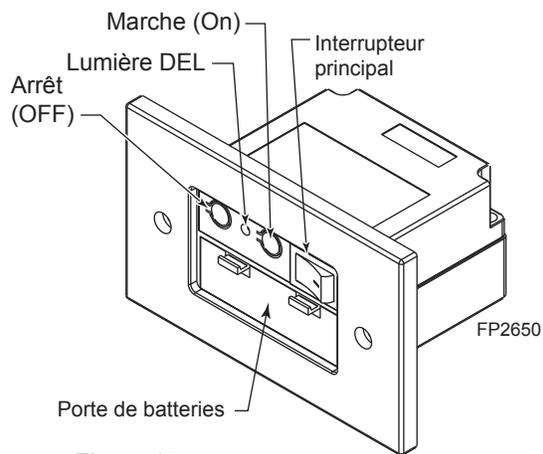

Figure 37 Centre de commande
4. Pendant ces dix secondes, appuyer sur le bouton Arrêt/Off du transmetteur pour qu'il "apprenne" les nouveaux réglages. Deux nouveaux bips se feront alors entendre pour confirmer que l'apprentissage est complété et réussi. Figure 37